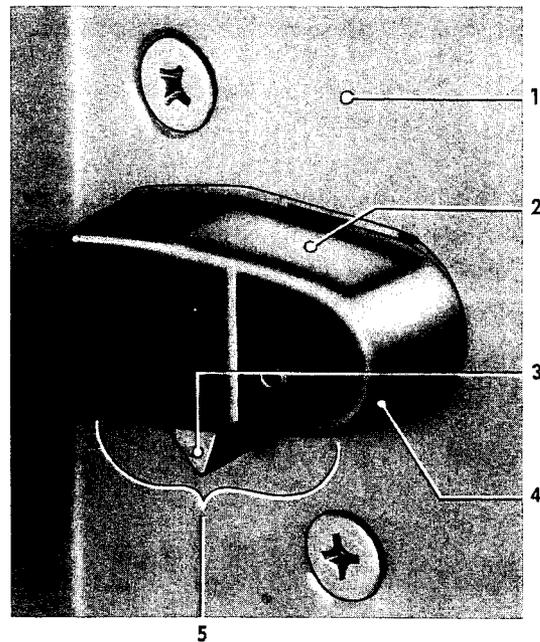

Bild 122 - Türschließkeil
6. Türschließkeil (122/4) und Türschließnase (122/3) einfetten. Dazu Schließplatte (119/3) gut säubern bzw. alte Fettreste entfernen und Molybdändisulfidpaste B 040 852/4 nur auf der oberen und unteren Fläche (122/2 und /5) des Schließkeiles (122/4) in dem in Bild 122 angegebenen Bereich fest mit einem Lederlappen einwalzen, so daß die Paste in die Werkstoffporen eindringt. Keinesfalls die Gleitflächen der Türschließplatte hiermit behandeln.